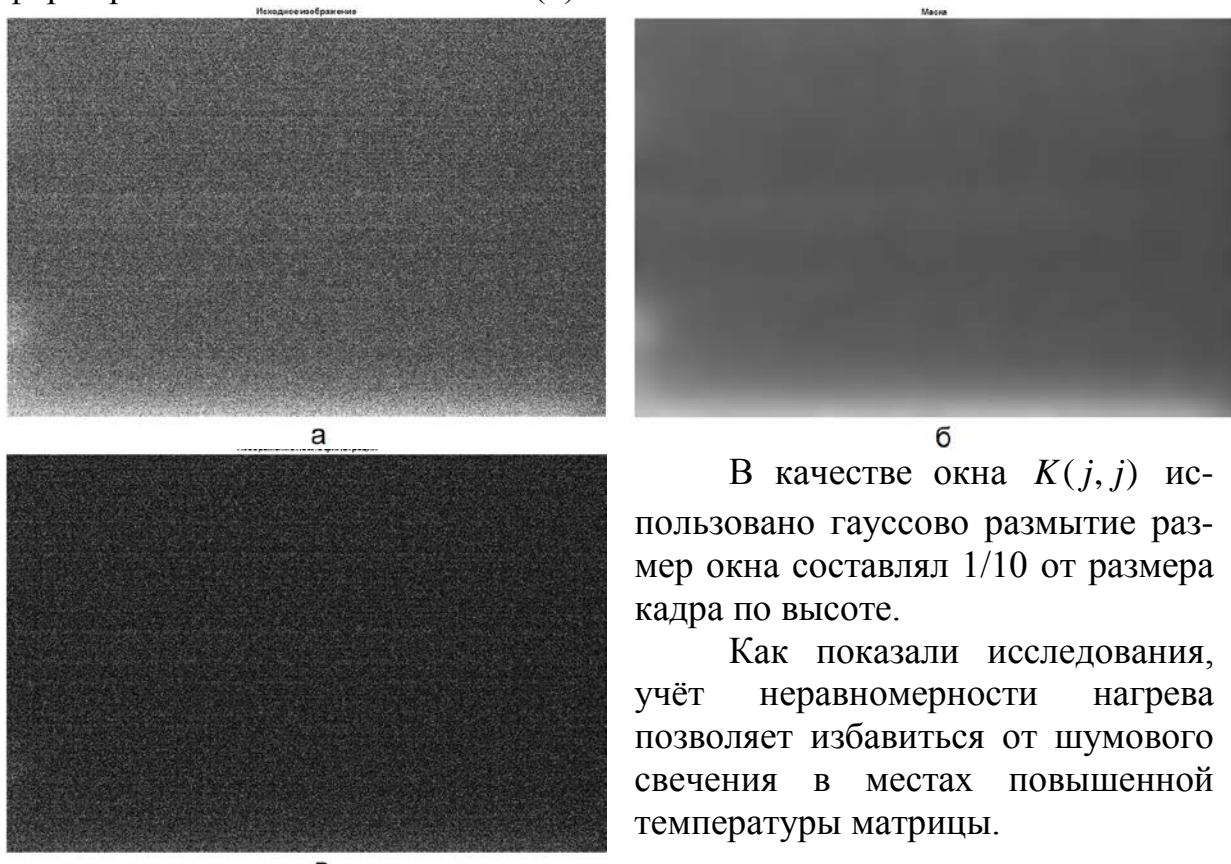

Рис.2
Практические исследования предложенного метода проведены в среде MATLAB. В качестве исходных изображений использованы темновые кадры камеры Nikon D800 (рис.2,а). Маска (рис.2,б) формировалась в соответствии с (3).